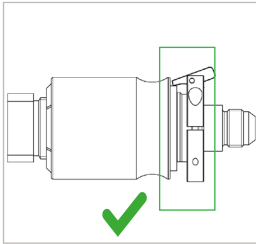

Abbildung 3
- Der Adapter muss mit einem deutlichen hörbaren Klick der Schiebehülsensicherung (Pos. 2) einrasten (Abbildung 3).